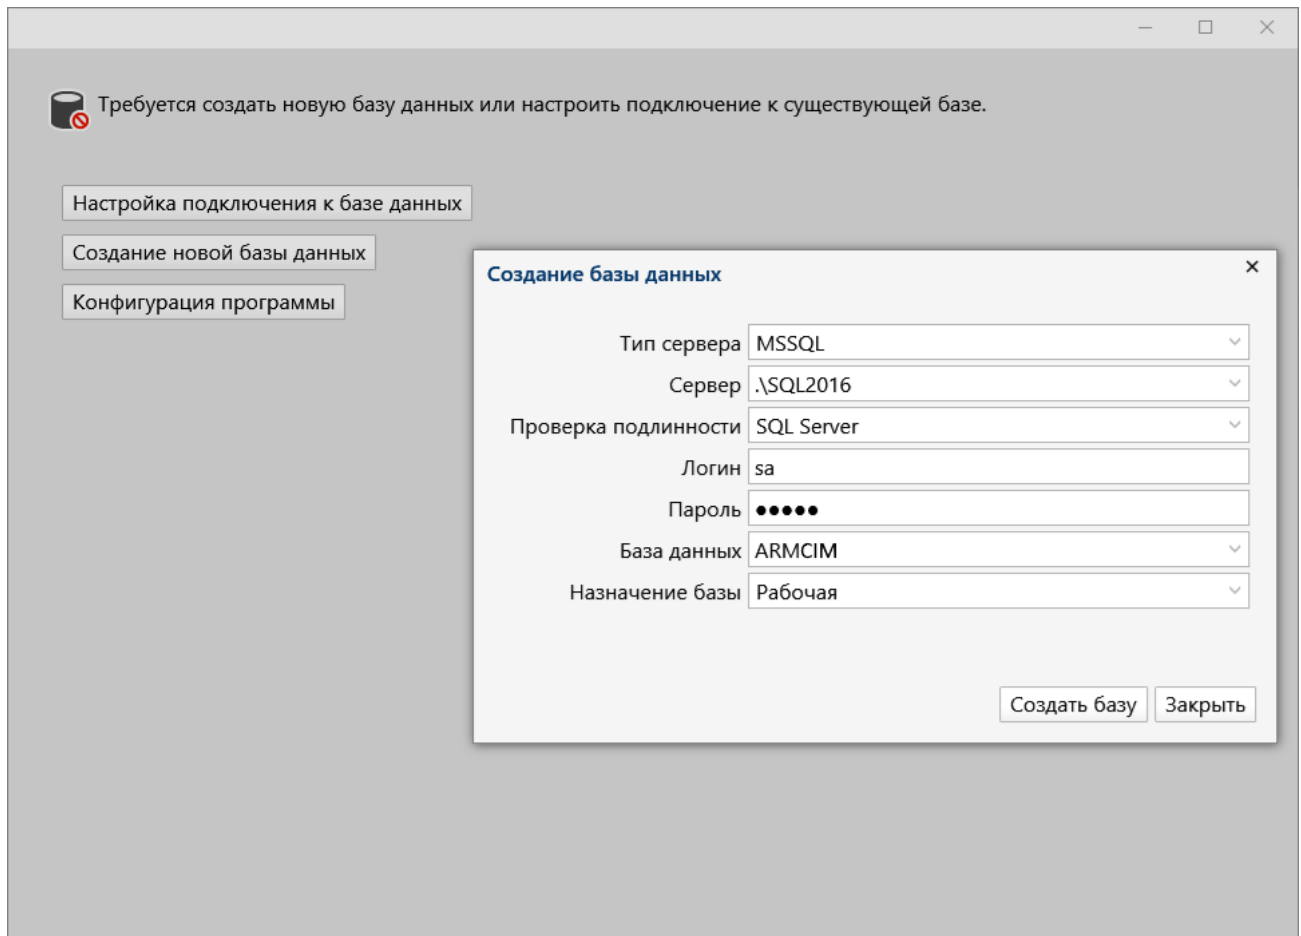

Рис.1: Параметры подключения к базе данных
4. Запустите АРМ от имени администратора Windows. Если подключение к базе еще не было настроено, тогда появится окно как на рис.1. Нажмите изменить параметры подключения, затем Создание новой базы данных. Откроется окно подключения к базе как на рис.1.